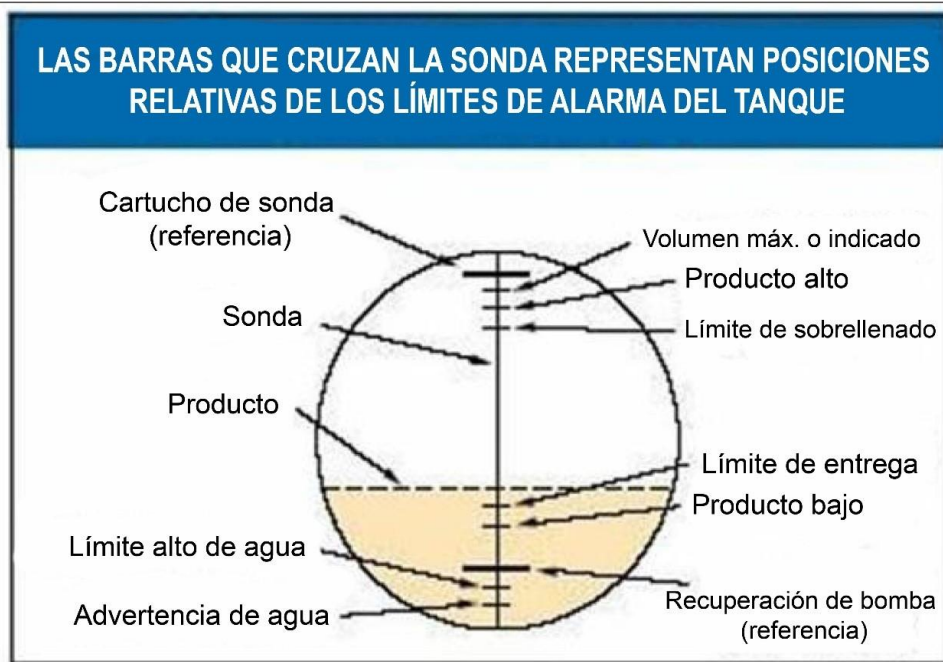

Figura 8-23: Alarmas de nivel del tanque de combustible
- Existe una situación de sobrellenado cuando, durante una descarga de combustible, el nivel de gasolina en el UST excede el parámetro de la alarma de sobrellenado, que es el 90 % de la capacidad del UST. **Vea la Figura 8-23.**